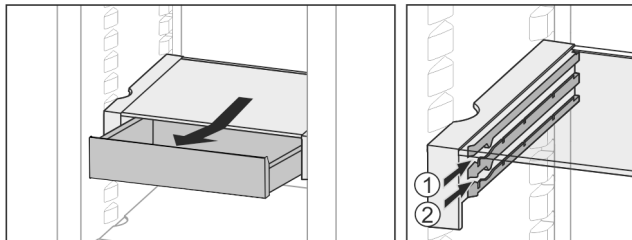

Fig. 32
- Вставити на будь-якій висоті Fig. 32 (1) або Fig. 32 (2).